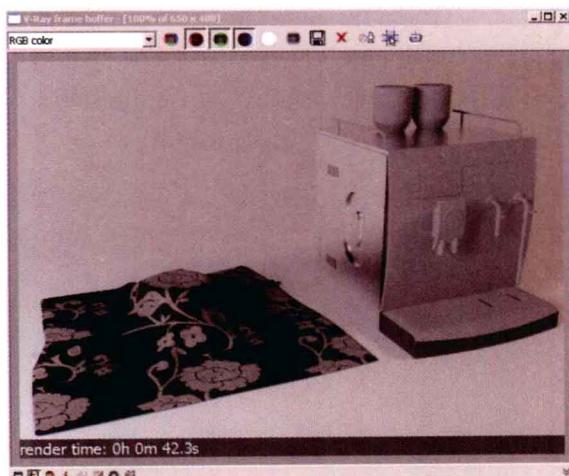

图1.11 Adaptive subdivs（自适应细分）测试结果
**STEP 02** 进行渲染测试，如图1.11所示，结果很糟糕，特别是咖啡机的细小线条没有体现出来，而且咖啡机侧面的磨砂金属表现得也很模糊，桌布并没有特殊的变化，渲染时间可以接受。相比之下Adaptive subdivision（自适应细分）方式并不值得推荐使用。